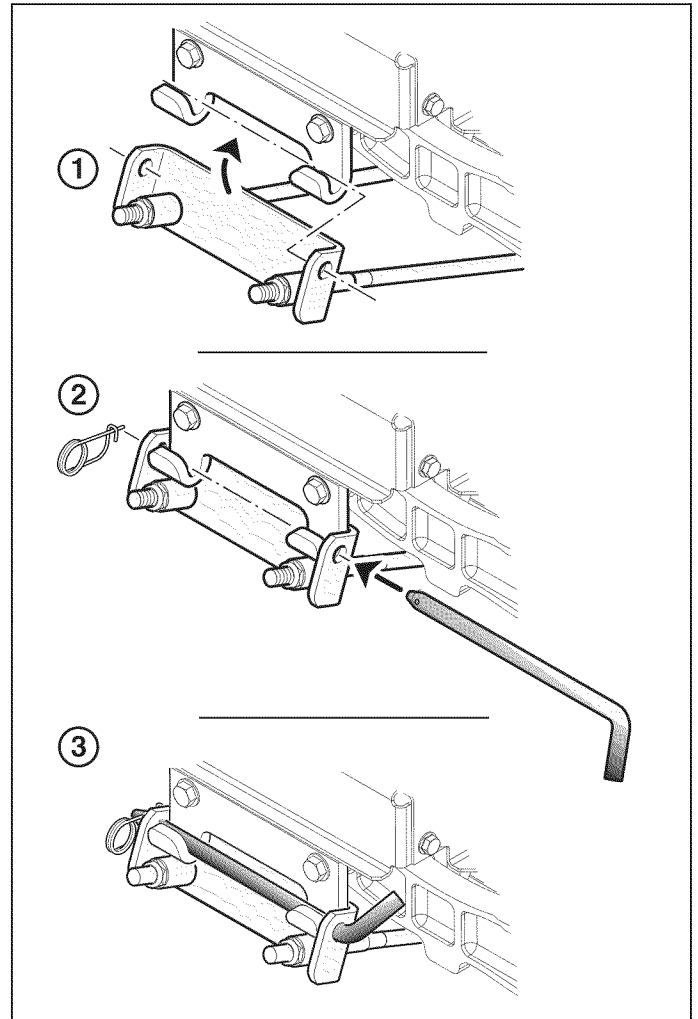

Figura 19
2. Haga deslizar la plataforma del cortacésped por debajo del lado derecho del tractor de modo que la barra de suspensión esté alineado con el soporte de enganche del tractor (ver 1-3, Figura 19).